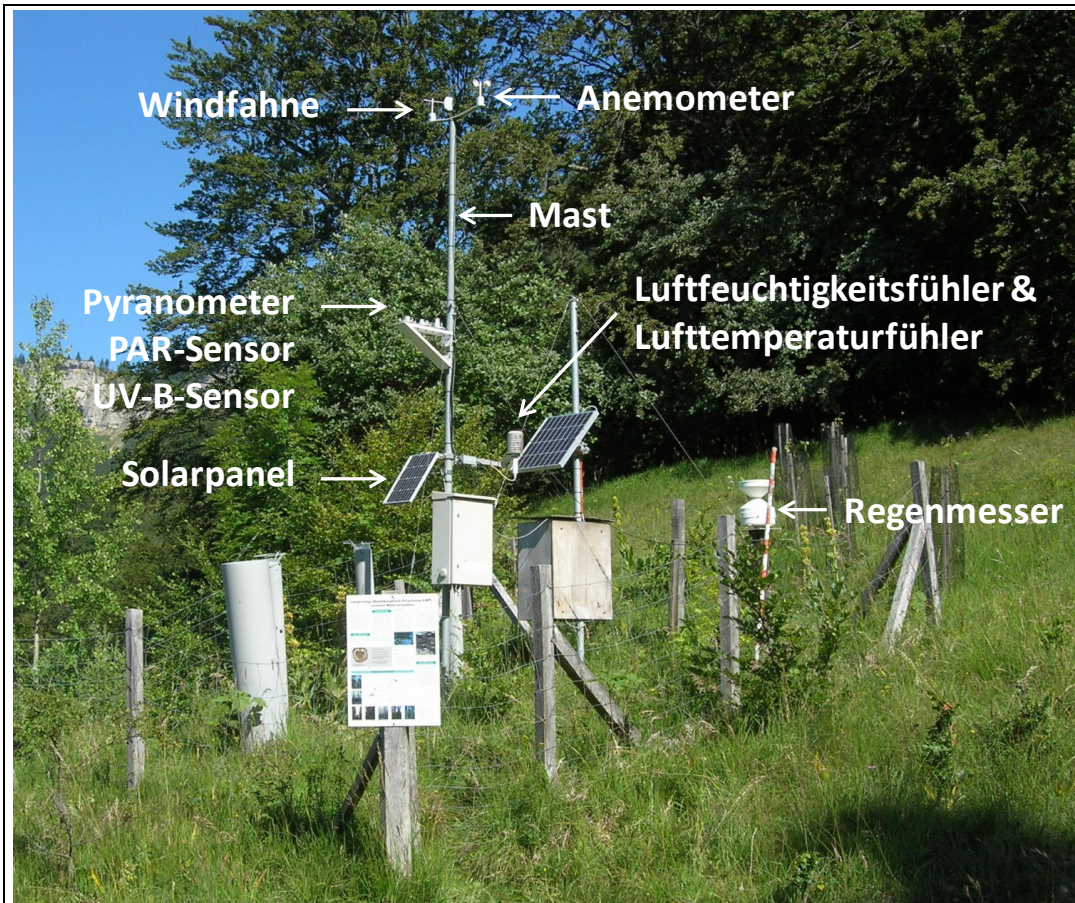

Abb.1 Meteostation im Freiland (Beispiel von Bettlachtock)
4. Im Bestand werden folgende Größen gemessen: Niederschlag, Lufttemperatur, relative Luftfeuchtigkeit, photosynthetisch aktive Strahlung (PAR) und die Windgeschwindigkeit. Im Freiland werden zusätzlich die Globalstrahlung, die Ultraviolett-Strahlung (UV-B) und die Windrichtung aufgezeichnet (Abb. 1).